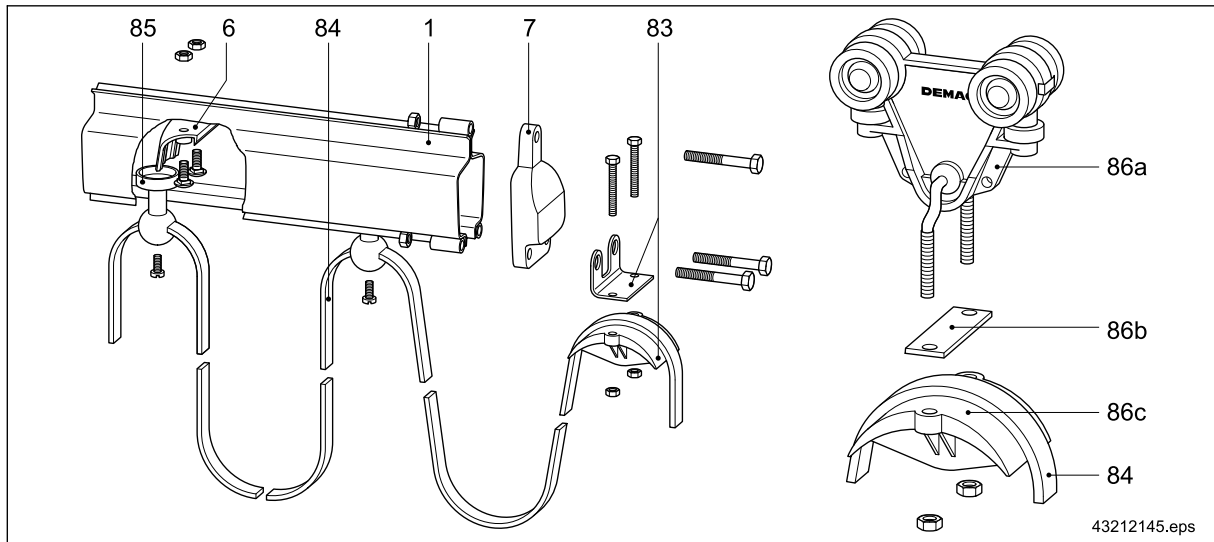

Abb. 106 Beispiel: Montage der Schlepleitungsstromzuführung KBK I
Als Auffahrtschutz für die Leitungsträger wird auf der Stromzuführungsseite ein Bahnpufer (6) $\Rightarrow$ Abb. 106, Seite 100 im Bahnprofil befestigt (bei Kranbahnen und Zweiträgerkranen in beiden Bahnprofilen, so dass Kran oder Katze beiderseits gleichzeitig anschlagen).